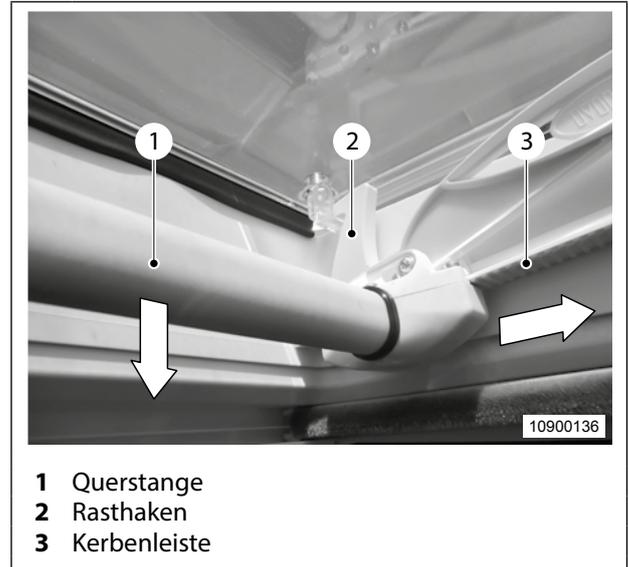

Abb. 17 Dachluke öffnen/schließen
1. Die Querstange (Abb. 17, Pos. 1) mit einer Hand mittig fassen und nach unten ziehen.
2. Die Dachluke mit nach unten gezogener Querstange (Abb. 17, Pos. 1) verschieben bis der gewünschte Öffnungswinkel erreicht ist.
3. Die Querstange (Abb. 17, Pos. 1) loslassen.
Der Ausstellmechanismus rastet in der Kerbenleiste (Abb. 17, Pos. 3) ein und die Dachhaube bleibt in dem geöffneten Winkel stehen.
2. Die Dachluke mit nach unten gezogener Querstange (Abb. 17, Pos. 1) in die entgegengesetzte Richtung schieben, bis sie komplett geschlossen ist.
Bei Erreichen der Endposition verriegeln die Rasthaken (Abb. 17, Pos. 2) automatisch die Dachhaube.